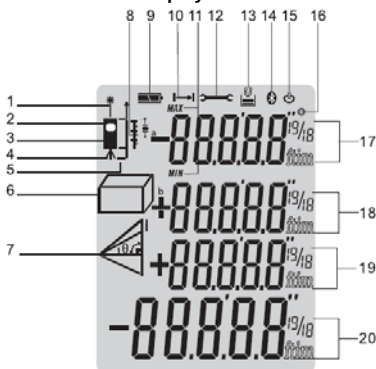
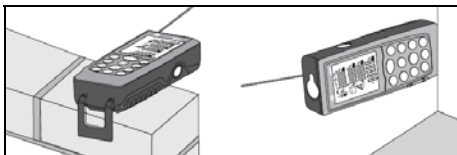
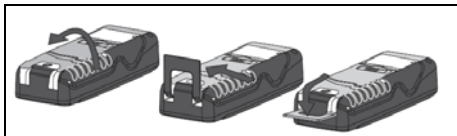

Fig. 2: Descrizione simboli a display
Fig. 3: Misura distanza su lati e angoli
Fig. 4: Apertura leggìo per misura su angoli
- **Treppiede** → (vedere Fig. 2 – Pos. 4) Tenere premuto il tasto  per 2s. La misura è eseguita dal foro di inserimento del treppiede
- **Livello strumento + leggìo** → Lo strumento è dotato di un leggìo apribile per appoggiare comodamente l'unità a superfici piane (vedere Fig. 3). Con leggìo in posizione 90°, spostarlo delicatamente verso destra e aprirlo completamente (vedere Fig. 4). In questa posizione, appoggiando lo strumento su un angolo o scalino esso si configura automaticamente con il livello mostrato in Fig. 2 – Pos. 5). Spostare ancora delicatamente sulla destra e ruotare il leggìo per richiuderlo sullo strumento